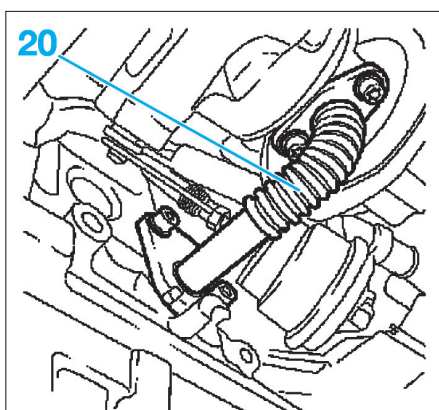

FIG. 50
- la canalisation de retour d'huile (20) du turbocompresseur (Fig.50),